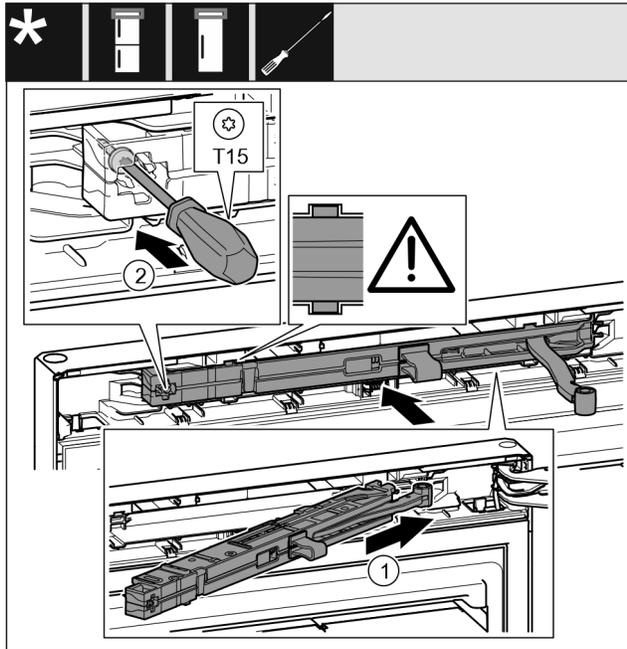

Fig. 22
- Côté support de palier, pousser l'unité d'amortissement de fermeture Fig. 22 (1) jusqu'en butée de biais dans l'évidement.
- Serrer la vis Fig. 22 (2) avec un tournevis.